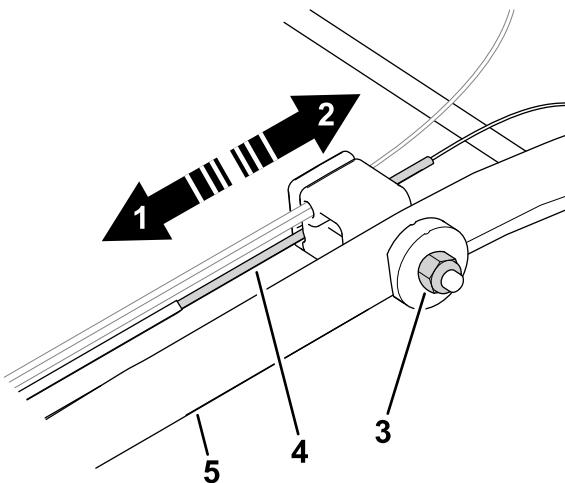

Figura 23
2. Ajuste la tensión del cable (Figura 23) tirando del mismo hacia atrás o empujándolo hacia adelante, y manténgalo en esa posición.
1. Gire la tuerca de ajuste en sentido antihorario para aflojar el cable (Figura 23).